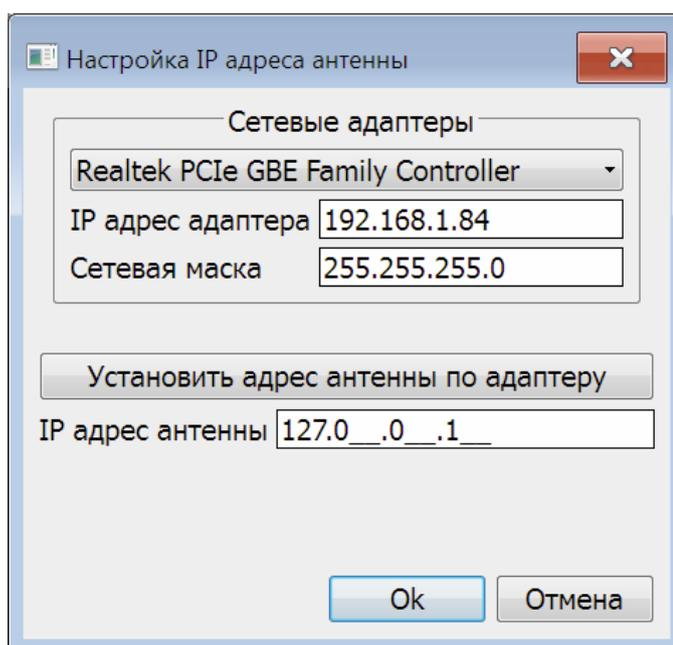

Рис. 7.9 - Окно настройки IP адреса антенны
- Кнопка **«Настройка IP адреса антенны»** - открывает окно настройки IP адреса антенны, представленное на Рис. 7.9 (подробнее см.ниже).